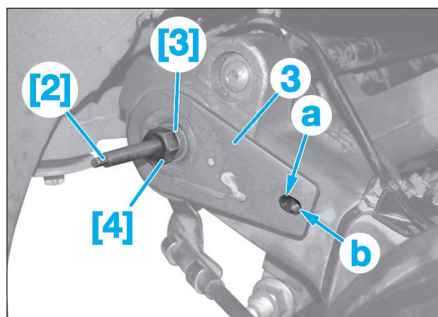

Fig. 53
- Mettre en place la tige filetée [2] lubrifiée (Fig.53).
- Engager le levier (3) et l'orienter de façon à aligner la boutonnière (a) avec le trou de fixation (b).